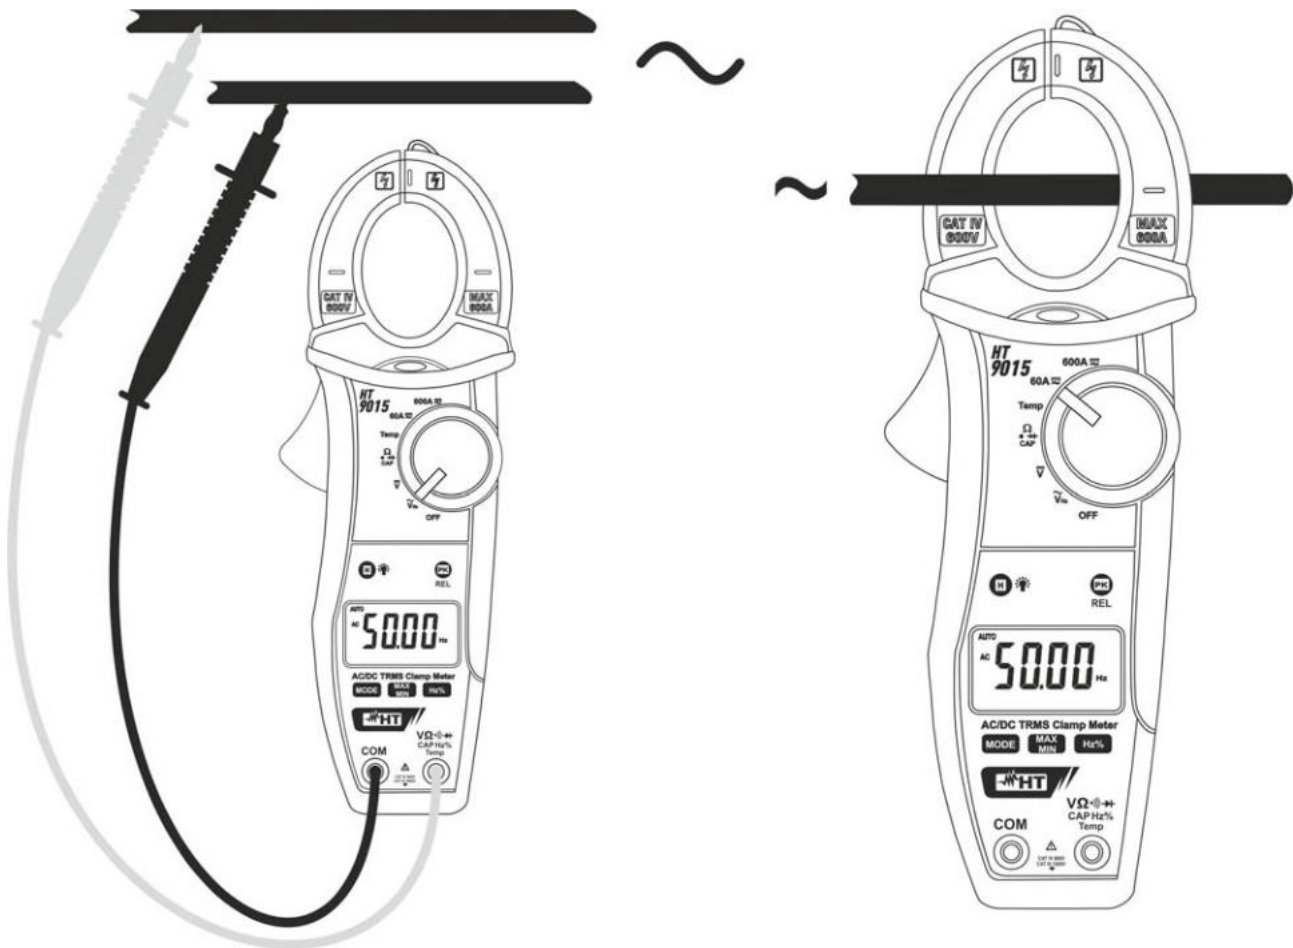

Fig. 10: Uso della pinza per misure di Frequenza e Duty Cycle
3. Inserire il cavo rosso nel terminale di ingresso **VΩ \rightarrow CAPHz%Temp** e il cavo nero nel terminale di ingresso **COM** (Fig. 10 – parte sinistra) per misura di frequenza con puntali. Inserire la pinza sul conduttore (Fig. 10 – parte destra) per misura di frequenza con toroide. Il valore della frequenza (Hz) o del duty cycle (%) è mostrato a display. Nella misura di frequenza e duty cycle la barra grafica analogica è disattivata